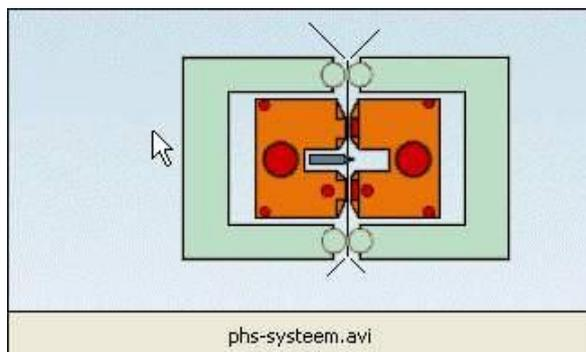

Abb.5: PHS-Schweißsystem
- Zum Schweißen von PE-Folien mit unterschiedlichen Dicken; die Schweißnähte werden dabei nach dem Schweißen durch Druckluft gekühlt (siehe nachfolgende Abb.5)